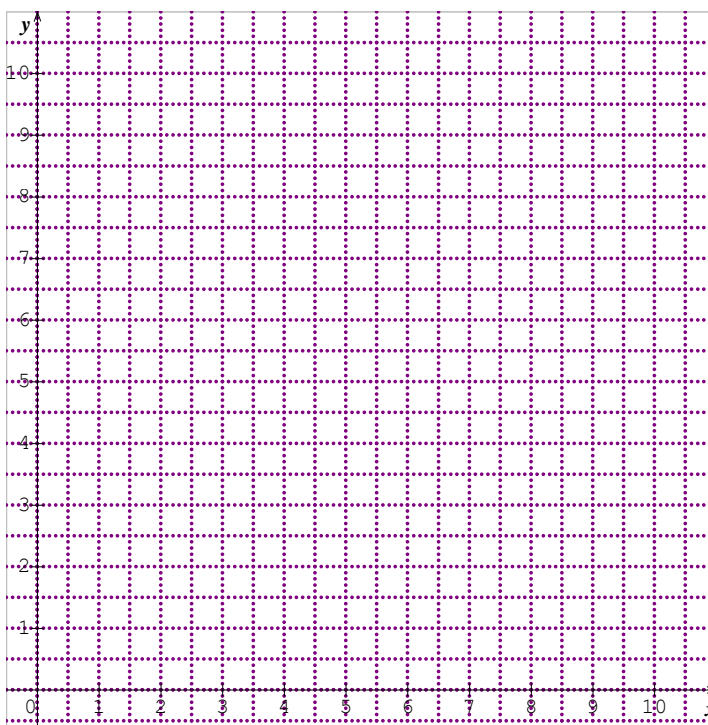

Fig 11
3) Tracer la courbe $n = f(U)$ sur la figure 11.